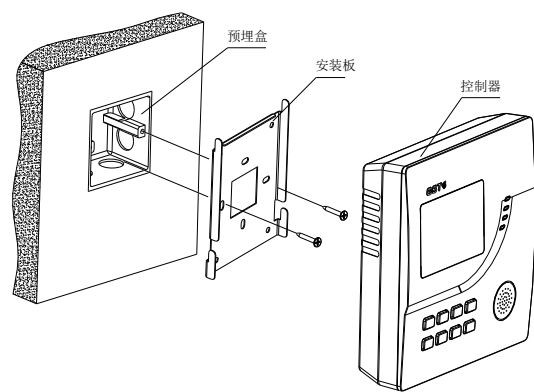

图 3-2
(2) 本家用火灾报警控制器采用壁挂式安装如图 3-2:
- 3) 用两个螺钉将家用主机安装板固定在墙上的预埋盒上（注意家用主机安装板方向如图 3-2 所示）。